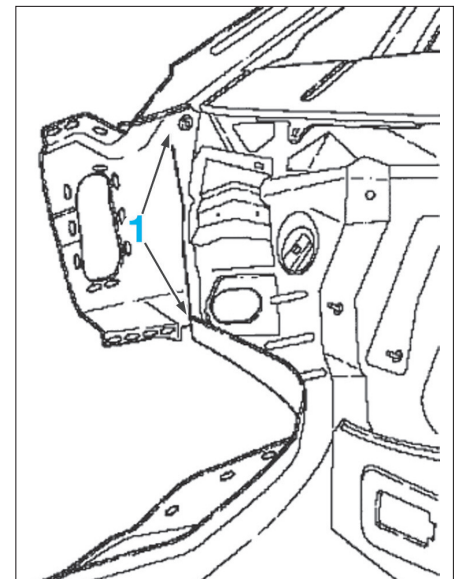

FIG. 22
• Décaler la zone (1) du tablier sur le côté (Fig.22).